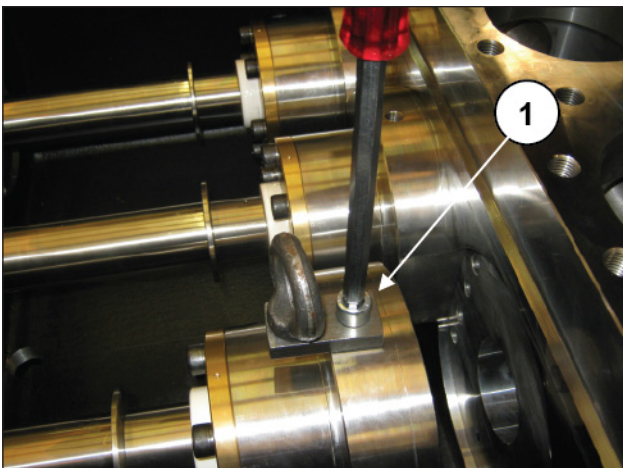
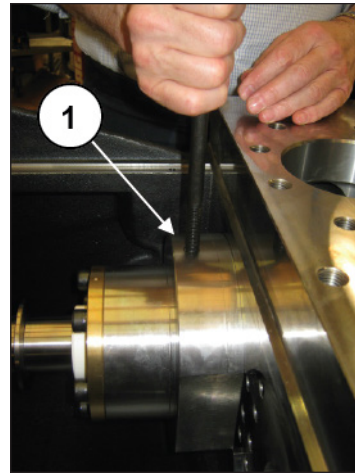

Abb. 237
Abb. 238
Demontieren Sie das Hubwerkzeug (Pos. ①, Abb. 237) und montieren Sie eine Schraube oder Gewindestange M12 in die auf der Halterung befindliche Gewindebohrung (Pos. ①, Abb. 238), um alles bei der Positionierung am Kopf besser ausrichten zu können.